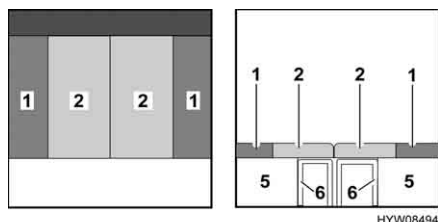

Fig. 47 Dopo la trasformazione
- Piazzare i cuscini dello schienale (Fig. 47,1) tra il cuscino del divano (Fig. 47,2) e la parete esterna.